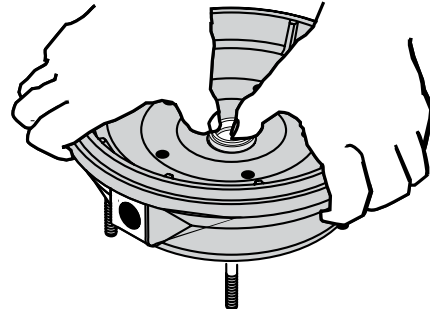

Figura 24 – Oprimir el nuevo sello
3. Coloque una arandela limpia de cartón en la cara del sello. Haciendo presión con el dedo pulgar, oprima la mitad del sello de cerámica firme y debidamente en la cavidad del sello (Consulte la Figura 24). La cara pulida del asiento de cerámica queda hacia arriba. Si el sello no queda correctamente asentado, sáquelo y colóquelo **con la cara hacia arriba** sobre un banco. Vuelva a limpiar la cavidad. Ahora el sello deberá quedar correctamente asentado.